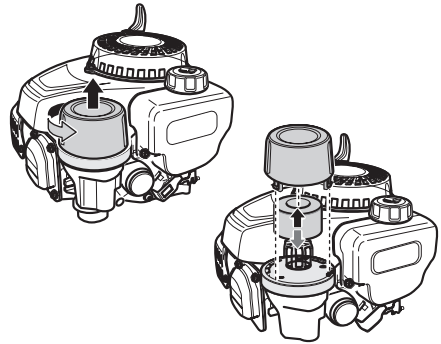
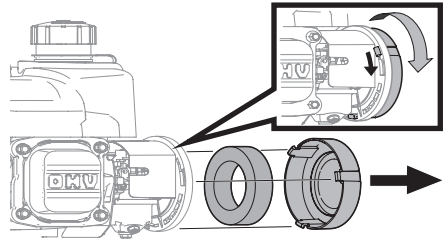

Figura 9
Figura 10
1. Gire la cubierta del filtro de aire en sentido contrario a las agujas del reloj y eleve (79cc y 132cc, Figura 9) o aleje de la base del filtro (140cc, Figura 10).